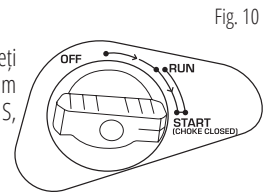

Fig. 10
3. Rotiți întrerupătorul multifuncțional în poziția „OFF” (Fig. 10).
6. După ce generatorul se oprește, lăsați-l să se răcească și închideți ventilul de aer de pe bușonul de combustibil (puneți pe „OFF”, așa cum se arată în Fig. 10, la oprirea funcționării pe benzină).
7. După ce generatorul se oprește, lăsați-l să se răcească și închideți ventilul de aer de pe bușonul de combustibil (puneți pe „OFF”, așa cum se arată în Fig.10, pentru modelele KS 2000i S, KS 2000iG S, KS 3000i S, KS 3000iG S - la oprirea funcționării pe benzină).